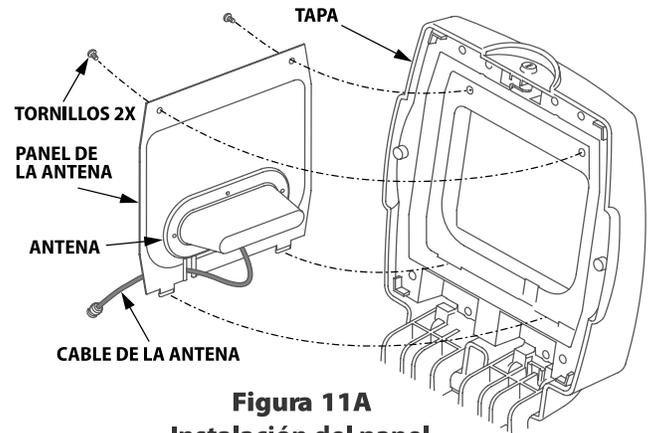

Figura 11A
1. Inserte las lengüetas de metal en la base del panel de la antena, en las ranuras de la tapa del controlador. Asegúrese de que el cable de la antena pase sin problemas por la muesca de la esquina inferior derecha del panel de la antena. Fije el panel de la antena a la tapa con dos tornillos con ranura en cruz (consulte la Figura 11A).